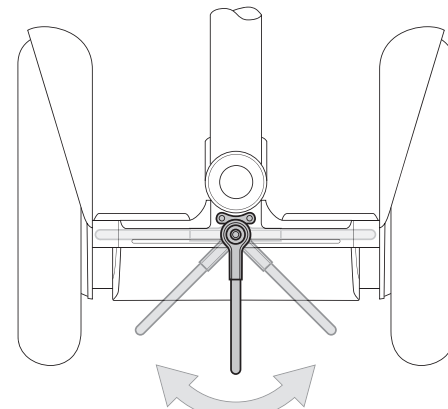

図3. パーキングスタンドを立てたり、引っ込めたりする
4. パーキングスタンドを引っ込めるには、セグエイ PT を後ろに傾け、足を使ってバネを上向きにします。ピボットがカチッと所定の位置に収まったことを確認してください。図3を参照してください。